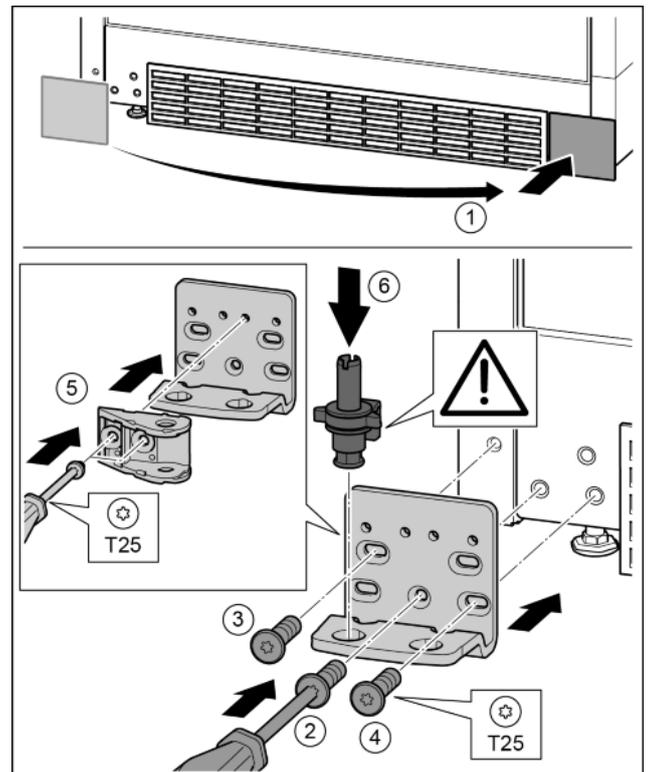

Fig. 34
- ▶ Asportare la copertura e applicarla sull'altro lato. Fig. 34 (1)
- ▶ Applicare il blocco di supporto sull'altro lato e avvitare con un cacciavite T25. Iniziare dalla vite 2 centrale in basso. Fig. 34 (2)
- ▶ Serrare la vite 3 e 4. Fig. 34 (3, 4)
- ▶ Ruotare il collegamento dell'ammortizzatore di chiusura di 180°. Sull'altro lato del blocco di supporto avvitare con un cacciavite T25. Fig. 34 (5)
- ▶ Inserire completamente il perno di supporto. Prestare attenzione che l'arresto sia rivolto verso il lato posteriore. Fig. 34 (6)